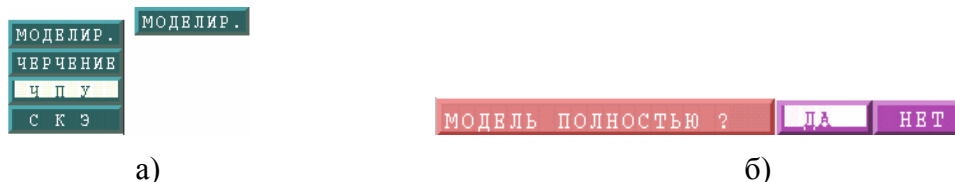

Рисунок 24 – Переход в подсистему NC
2.1.2. В открывшемся окне выбираем пункт **ЧПУ** (рисунок 24а).
2.1.3. Система запрашивает: «Модель полностью?», отвечаем **ДА** (рисунок 24б).
- Открывается меню (рисунок 24а), где выбираем пункт **МОДЕЛИР**.
- Снова переходим в систему **НС**, выбрав пункт **МОДЕЛИР.**, а затем пункт **ЧПУ** (рисунок 24а).